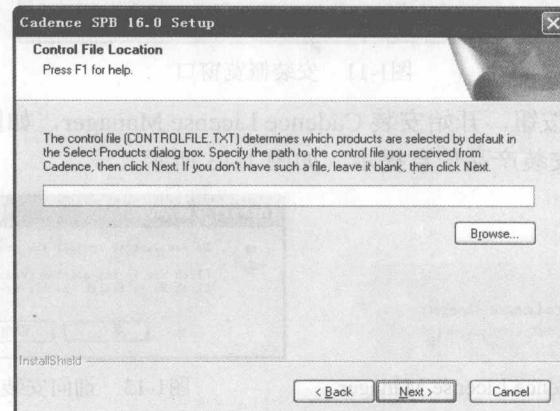

图 1-17 【Control File Location】对话框
(13) 单击 **确定** 按钮，出现【Control File Location】对话框，如图 1-17 所示。